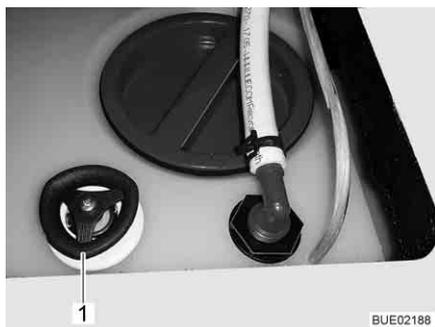

Fig. 167 Réservoir d'eau avec poignée tournante
- Faire tourner la poignée tournante (Fig. 167,1) du réservoir d'eau à fond dans le sens inverse des aiguilles d'une montre au-delà de la résistance pour ouvrir entièrement l'ouverture d'écoulement.